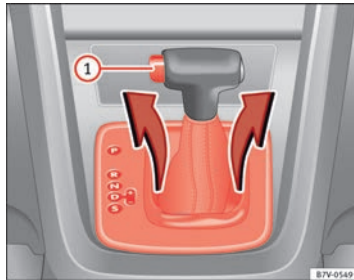

Abb. 197 Abdeckung der Schaltkulissee abbauen.
- Abdeckung im Bereich der Wählhebelsmanschette nach oben ziehen ⇒ Abb. 197.
- Sperrtaste ⇒ Abb. 197 ① im Wählhebelgriff drücken und Wählhebel in Stellung **N** bringen.